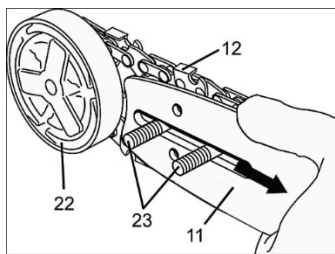

Рисунок 3
- Встановіть напрямну шину (11, рисунок 3) на напрямні гвинти (23) під кришкою зчеплення, якомога ближче до ведучої зірочки, яка розташована під диском зчеплення (22).
- Одягніть ланцюг на ведучу зірочку та вставте хвостовики ланок ланцюга (12, рисунок 3) в паз верхньої частини напрямної шини, переконавшись, що різальні крайки ланок дивляться вперед.
- Потягніть напрямну шину вперед, натягнувши таким чином ланцюг (дивіться рисунок 3).